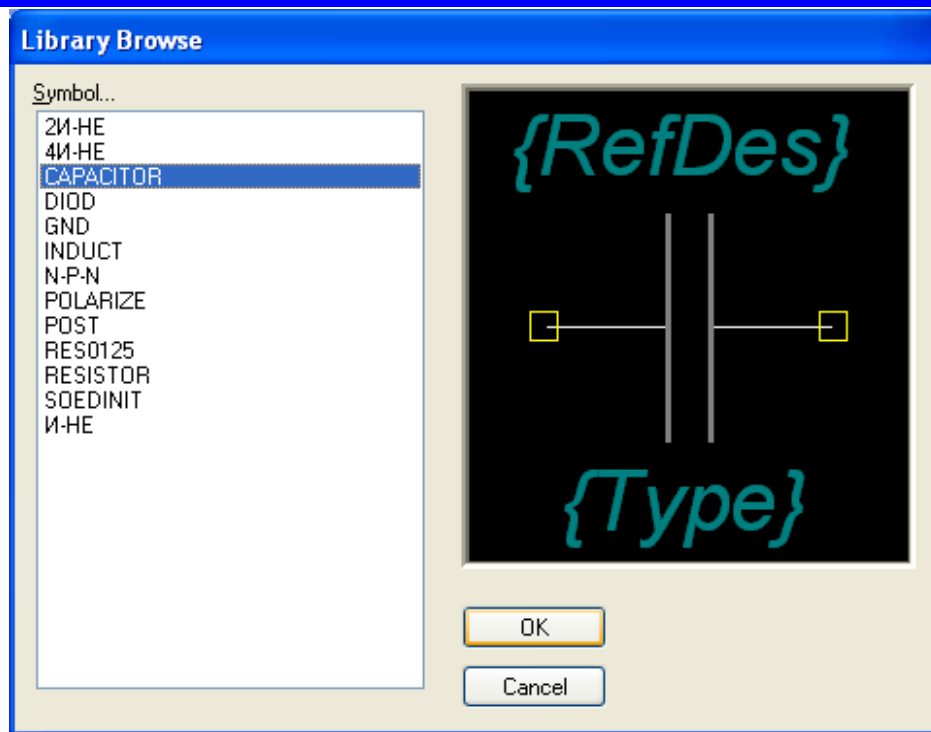

Рисунок 3.32 - Выбор символа конденсатора KM6
- Для этого следует нажать кнопку **Select Symbol**. В открывшемся окне **Library Browse** в списке символов найти «**Capacitor**», выделить его и нажать кнопку **OK** (рис. 3.32).